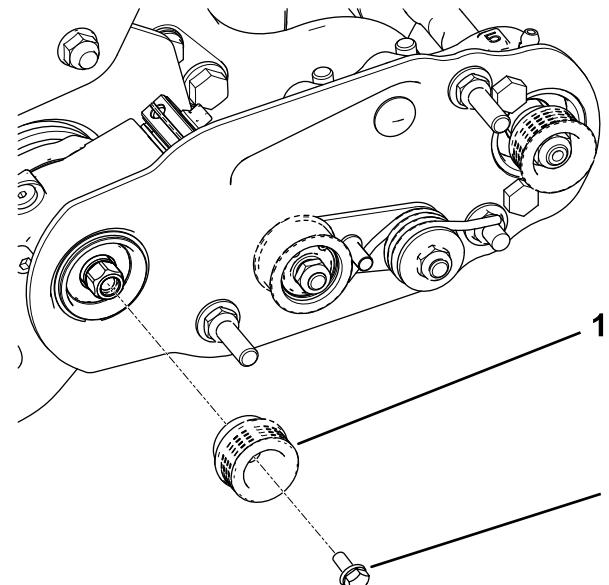

图13
3. 为凸缘头螺栓涂抹 242 乐泰胶蓝色并使用该螺栓将皮带轮固定到驱动轴上请参阅图13。